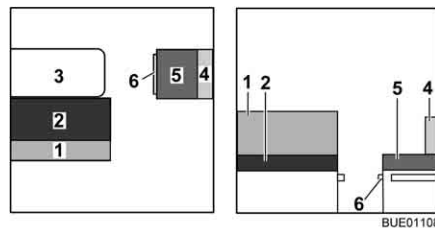
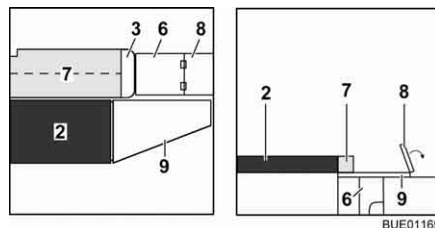

Fig. 134 Prima della trasformazione
Fig. 135 Durante la trasformazione
- Trasformare il tavolo (Fig. 134,3) in struttura di supporto letto (vedi paragrafo 6.11).
- Rimuovere il cuscino dello schienale (Fig. 134,1) e riporlo.
- ▷ A seconda del modello, è possibile utilizzare il cuscino dello schienale (Fig. 134,1) al posto del cuscino aggiuntivo (Fig. 135,7).
- Togliere il cuscino dello schienale (Fig. 134,4) e il cuscino del divano (Fig. 134,5) e riporli di lato.
- Estrarre la prolunga del cassone letto (Fig. 135,6).
- Ribaltare la prolunga della piastra del sedile (Fig. 135,8) verso l'esterno.
- Aprire il cuscino aggiuntivo (Fig. 135,7) e collocarlo sul tavolo.
- Agganciare l'allargamento letto (Fig. 135,9) negli alloggiamenti sulle caspanche.